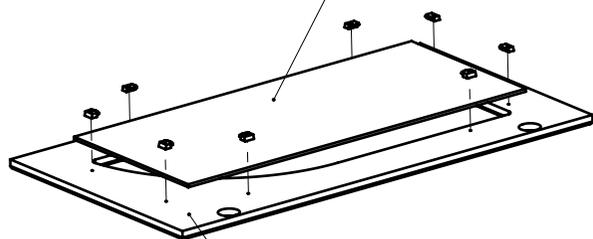

Рис.6
5. Закрепите зеркало на детали 1 (СО-044) зеркалодержателями и шурупами 3,5x16 (Рис.6).